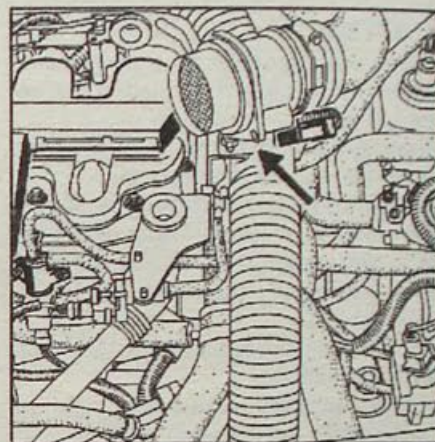

Рис. 4.34. Расположение болта крепления воздухопровода, идущего от турбокомпрессора к теплообменнику и головке цилиндров
- Выверните болты крепления воздухопровода, идущего от турбокомпрессора к теплообменнику и головке блока цилиндров (рис. 4.34).